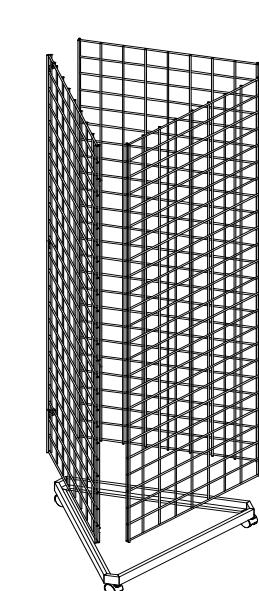

Figure 2
2. Set each of the three gridwall panels on the ledge of the inside of the triangle base. (See Figure 2)
- Positionnez les trois panneaux grillagés sur le rebord intérieur de la base triangulaire. (Voir Figure 2)